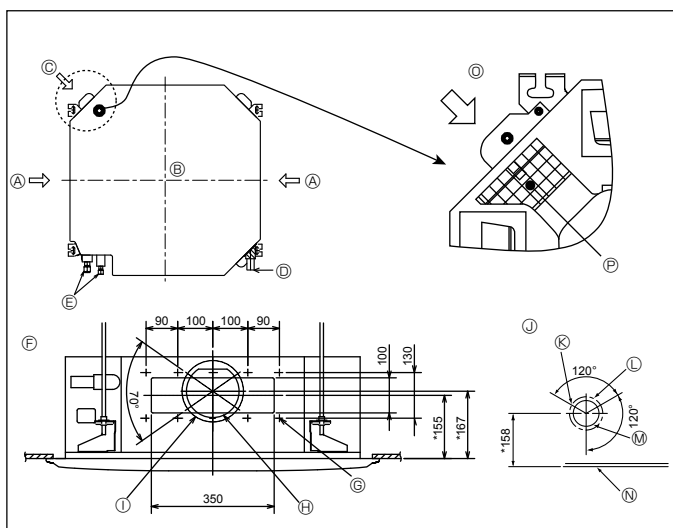

Fig. 2-3
2.3. Foro del condotto di diramazione e foro dell'ingresso dell'aria fresca (Fig. 2-3)
Al momento dell'installazione, usare i fori dei condotti (predisposti) situati nelle posizioni indicate nella Fig. 2-3, se e quando richiesto.